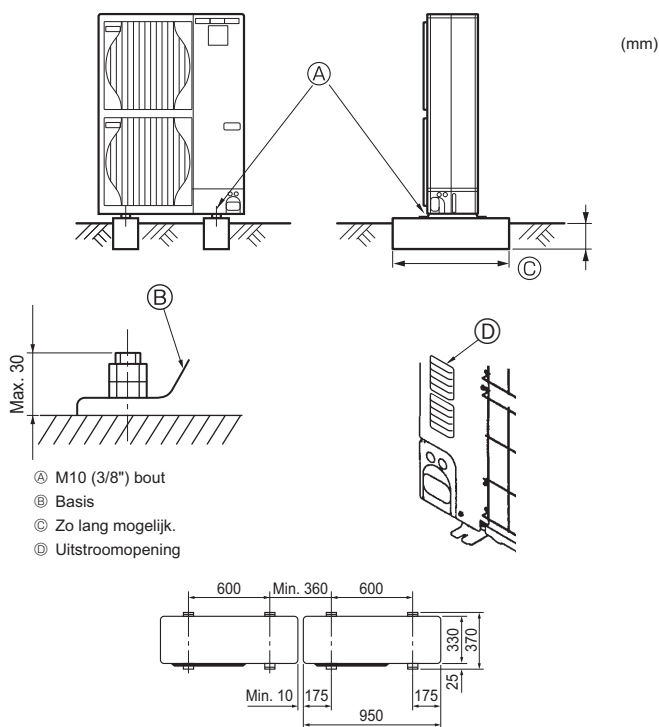

Fig. 4-1
- Zorg ervoor dat de eenheid op een stevig, waterpas oppervlak wordt geïnstalleerd om geratel tijdens het gebruik te voorkomen. (Fig. 4-1)